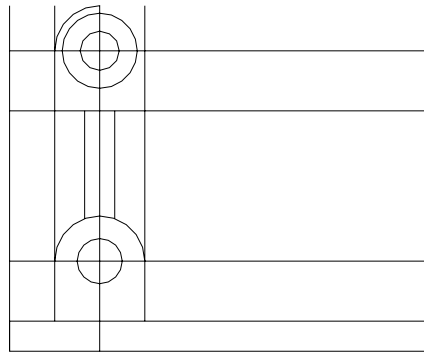

Figura 4.11 – TRIM e ERASE para apagar as linhas em excesso.
24. Usando os comandos TRIM e ERASE apague as linhas em excesso (figura 4.11).